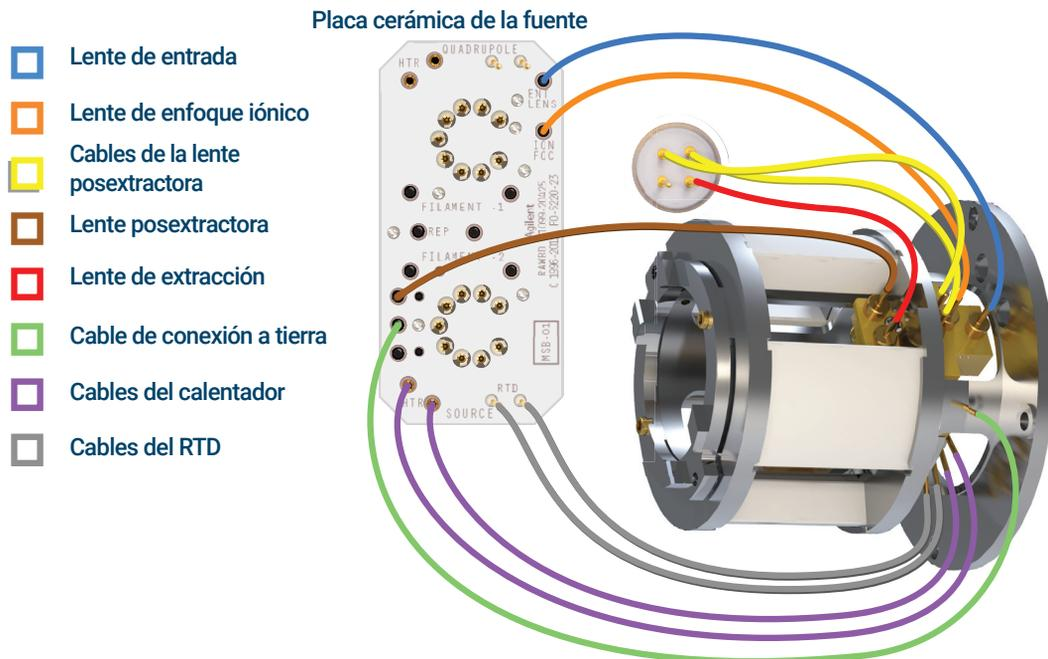

Figura 78. Cableado del radiador de la fuente EI HES 2.0
- 1 Use pinzas o alicates de punta para conectar/desconectar el cable verde de conexión a tierra y los cables de las seis lentes del radiador. No doble los cables más de lo necesario. (Consulte la **Figura 78**).